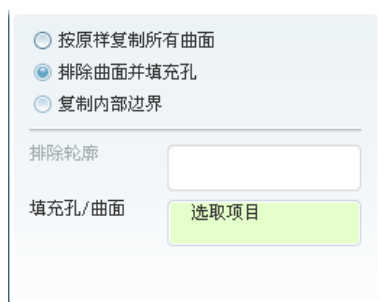

图 6.2.45 排除曲面并填充孔
- **排除曲面并填充孔** 单选项: 复制某些曲面, 可以选择填充曲面内的孔。操作界面如图 6.2.45 所示。